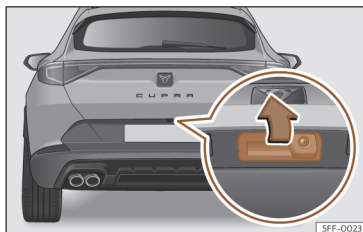

Fig. 75 Porta da bagageira: abertura a partir do exterior.
- **Abrir:** faça uma ligeira pressão na pega. Abre-se automaticamente >>> **Fig. 75.**